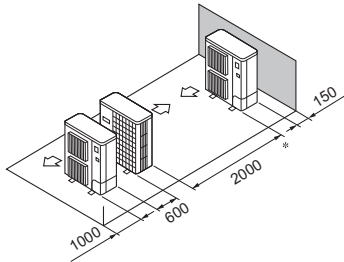

Fig. 3-15
- ⑤ Tekli paralel ünite düzeni (Fig. 3-15)